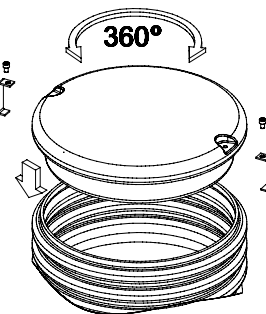

Fig. 6
- Mounting of the above ground upper lid, see Fig. 6
- Montage oberer Deckel der Überflur Version, Siehe Fig. 6
- Montage couvercle supérieur sous terre, voir Fig. 6